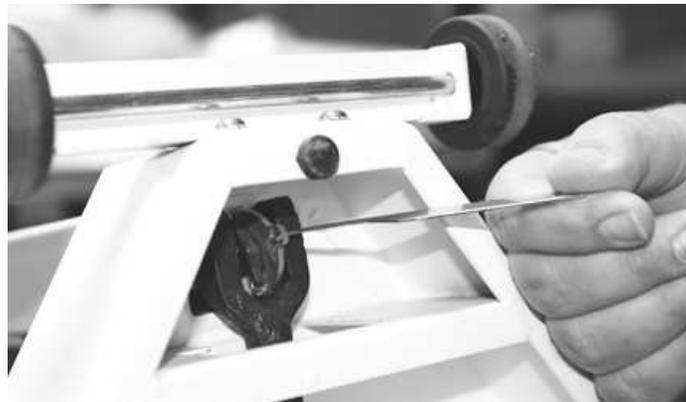

Figura 2-4. Conectando la vara de medición a la base de la báscula
3. Inserten la llave incluida en el agujero en el frente de la vara de medición y jalen el gancho de la vara de medición con el gancho de la llave para conectarlo a la base de la báscula como mostrado en la Figura 2-4.